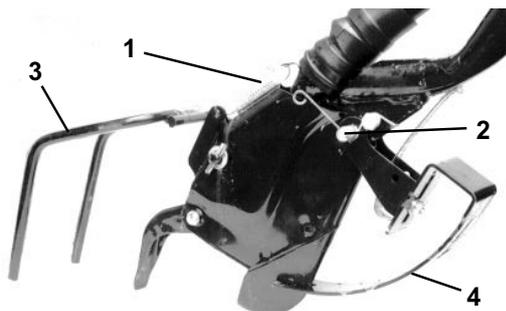

Abb.: 33
**Soc à traction** (fig. 33) – soc normal.